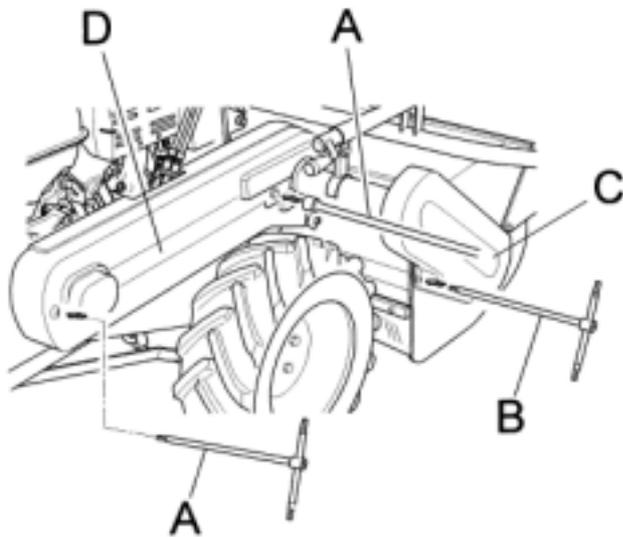

Fig. 9
- RIMUOVERE LA PROTEZIONE IN PLASTICA (Fig. 9 Rif. C), svitando e togliendo le viti indicate in figura 9 Rif. B.
Per accedere alla zona in cui sono situate le cinghie di trasmissione ed il dispositivo di regolazione del freno rotore, occorre rimuovere la protezione in plastica (fig. 9 rif. D) , quindi svitare e togliere le viti indicate in figura 9 rif. A
- I carter di protezione delle cinghie (Fig. 9 Rif. D e C) e le protezioni della lama (Fig. 1 Rif. H) devono essere sempre correttamente installate ed integre. In caso di danneggiamento, provvedere alla loro riparazione prima che la macchina venga riutilizzata.
- Pulire l'interno del carter copri-cinghia (fig. 9, rif. D) con un getto d'aria.